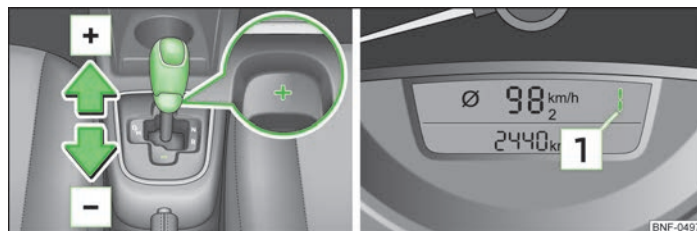

Fig. 75 Selector: schimbare manuală / panou de bord: treaptă selectată
- Apăsăți maneta selectorului de viteze în poziția amortizată, înspre stânga și selectați poziția **M**. Pe afișajul panoului de bord apare poziția selectată  » fig. 75. ▶
► Împingeți ușor maneta selectorului de viteze spre în față » fig. 75 .
► Împingeți ușor maneta selectorului de viteze spre înapoi » fig. 75 .